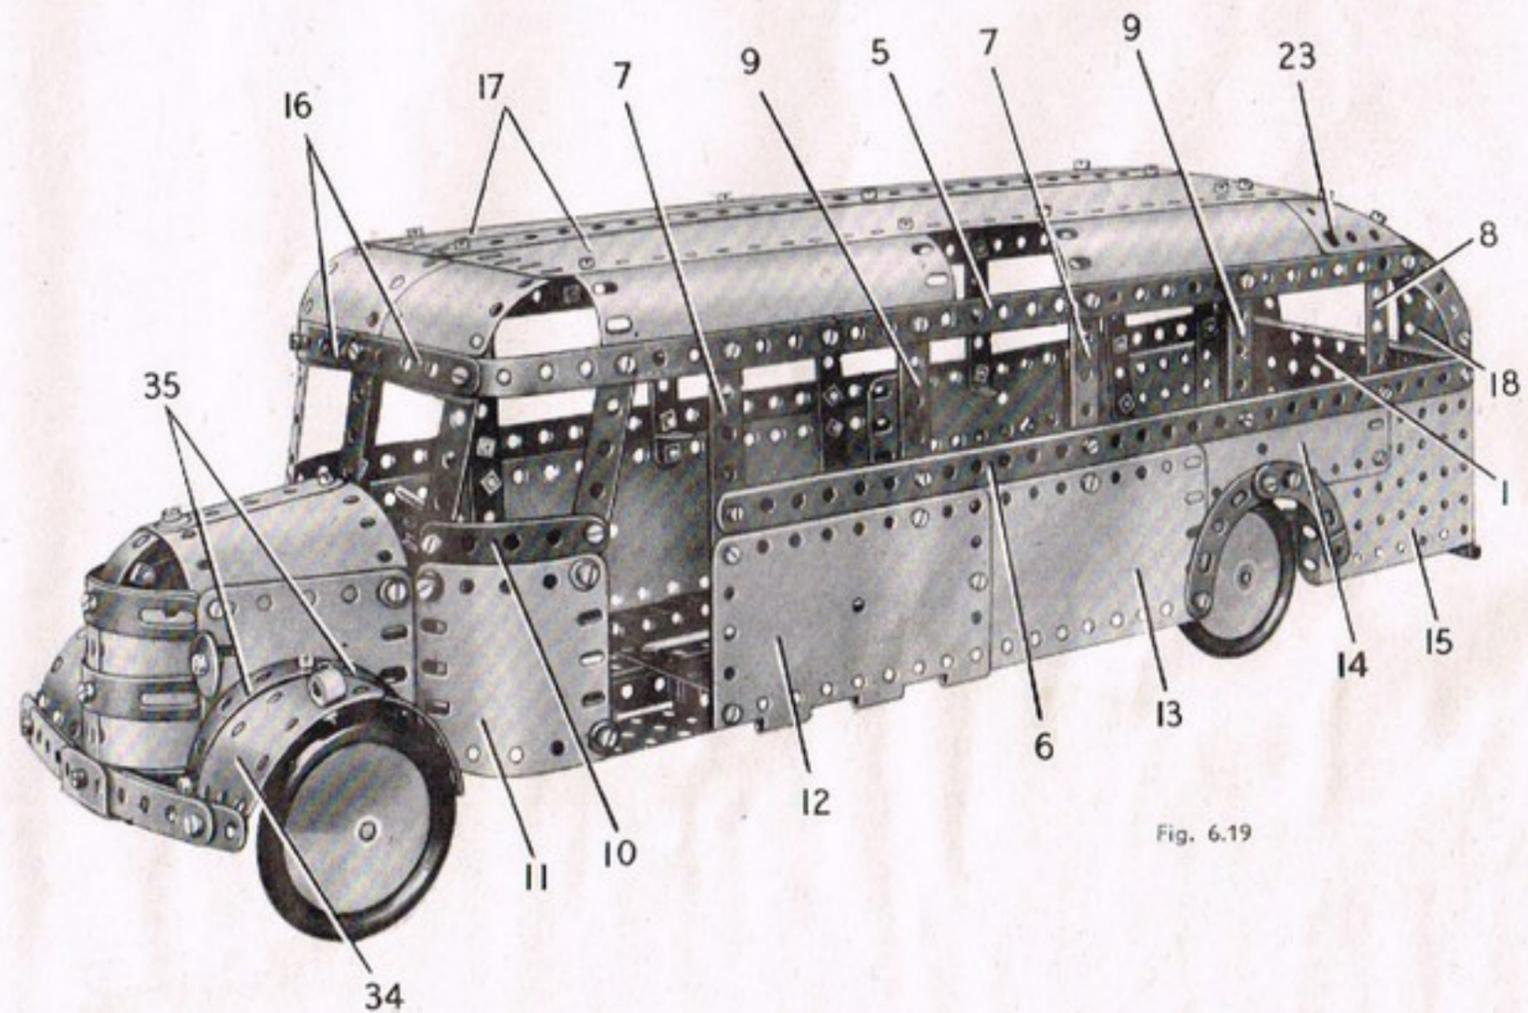

Fig. 6.19
La partie gauche de la carrosserie (fig. 6.19) est montée sur deux bandes (5) et (6). La bande (5) est formée par une bande de 25 trous et une de 11 trous qui se recouvrent sur 3 trous. La bande (6) est formée par une bande de 25 trous et une de 11 trous qui se recouvrent sur 7 trous. Les bandes (5) et (6) sont réunies par deux bandes de 11 trous (7), une bande coudée de 90 x 12 mm. (8) et deux bandes coudées de 60 x 12 mm. (9). Une bande de 5 trous (10) légèrement incurvée est réunie à la bande (5) par une bande de 7 trous et une de 6 trous. Le côté est recouvert par une plaque cintrée de 43 mm. de rayon (11), une moitié de plaque à charnières (12), une plaque flexible de 11,5 x 6 cm. (13), une plaque flexible de 14 x 4 cm. (14) et une plaque à rebords de 9 x 6 cm. (15). La plaque cintrée (11) est boulonnée aux extrémités des bandes de 7 et de 6 trous et la plaque à rebords (15) est fixée sur la plaque (1). Les autres plaques sont fixées sur les bandes (7) et (8). Le garde-boue arrière est représenté par deux bandes incurvées épaulées. L'autre côté de l'autocar se construit de façon identique, mais la bande (6) est formée d'une bande de 25 trous et d'une de 11 trous qui se recouvrent sur 3 trous. Cette bande est boulonnée à l'avant sur une bande de 5 trous qui correspond à la bande (10). L'espace correspondant à l'entrée est recouvert par deux plaques flexibles triangulaires de 6 x 6 cm. boulonnées ensemble, de façon à former une plaque de 6 x 6 cm.
La partie arrière du toit est formée de plaques flexibles de 14×4 cm. (18) qui recouvrent la plaque à rebords (1) sur 4 trous. Les extrémités supérieures de ces plaques flexibles sont réunies aux plaques-bandes (17) par deux plaques flexibles de 6×4 cm. (19). L'espace compris entre les plaques (19) est recouvert par deux plaques flexibles de 6×4 cm. (20). Deux bandes de 25 trous qui se recouvrent sur 18 trous sont boulonnées au centre du toit, et leur extrémité est fixée sur une bande de 7 trous (21). La bande (21) est coincée de chaque côté sur les plaques flexibles (18) par un support plat (22) boulonné sur la bande. Une plaque flexible triangulaire de 6×4 cm. (23) est fixée de chaque côté comme le montre la figure 6.19.